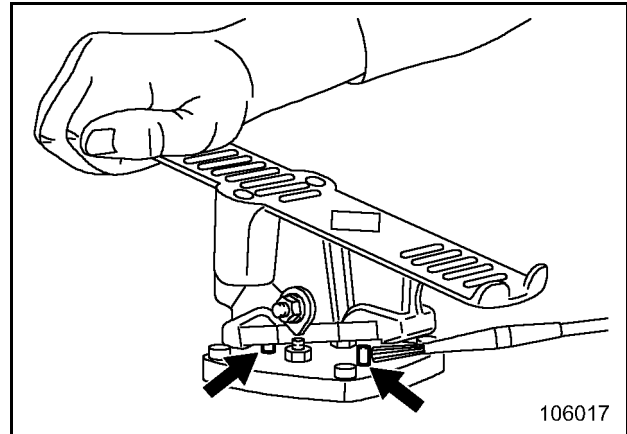

Fig. 3-99:
- Limpiar la grasa vieja y la suciedad de los émbolos de distribución de los pedales (flechas, Fig. 3-99:) y de la placa del pedal.